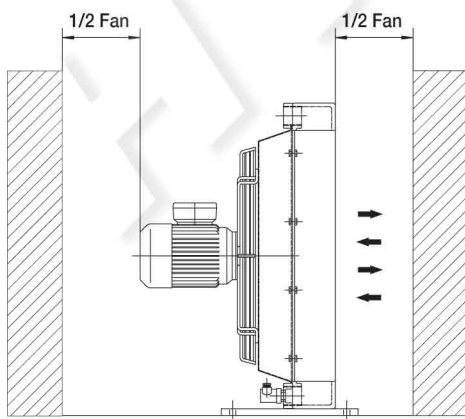

Fig.1
Lo scambiatore può essere montato in posizione orizzontale o verticale, rispettando la distanza minima dalla parete (vedi fig.1), in modo da assicurare un naturale afflusso e deflusso dell'aria di raffreddamento.
*The exchanger can be fitted in a horizontal position, respecting the minimum distance from the wall (see fig.1) so as to ensure a natural flow of cooling air.*